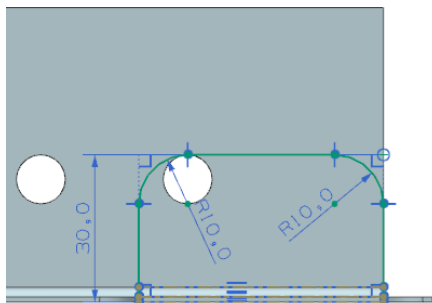

图 5-55 绘制草图
- (4) 在对话框中单击“编辑草图”按钮，进入草图环境，编辑草图如图 5-55 所示。单击“完成”图标，草图绘制完毕。